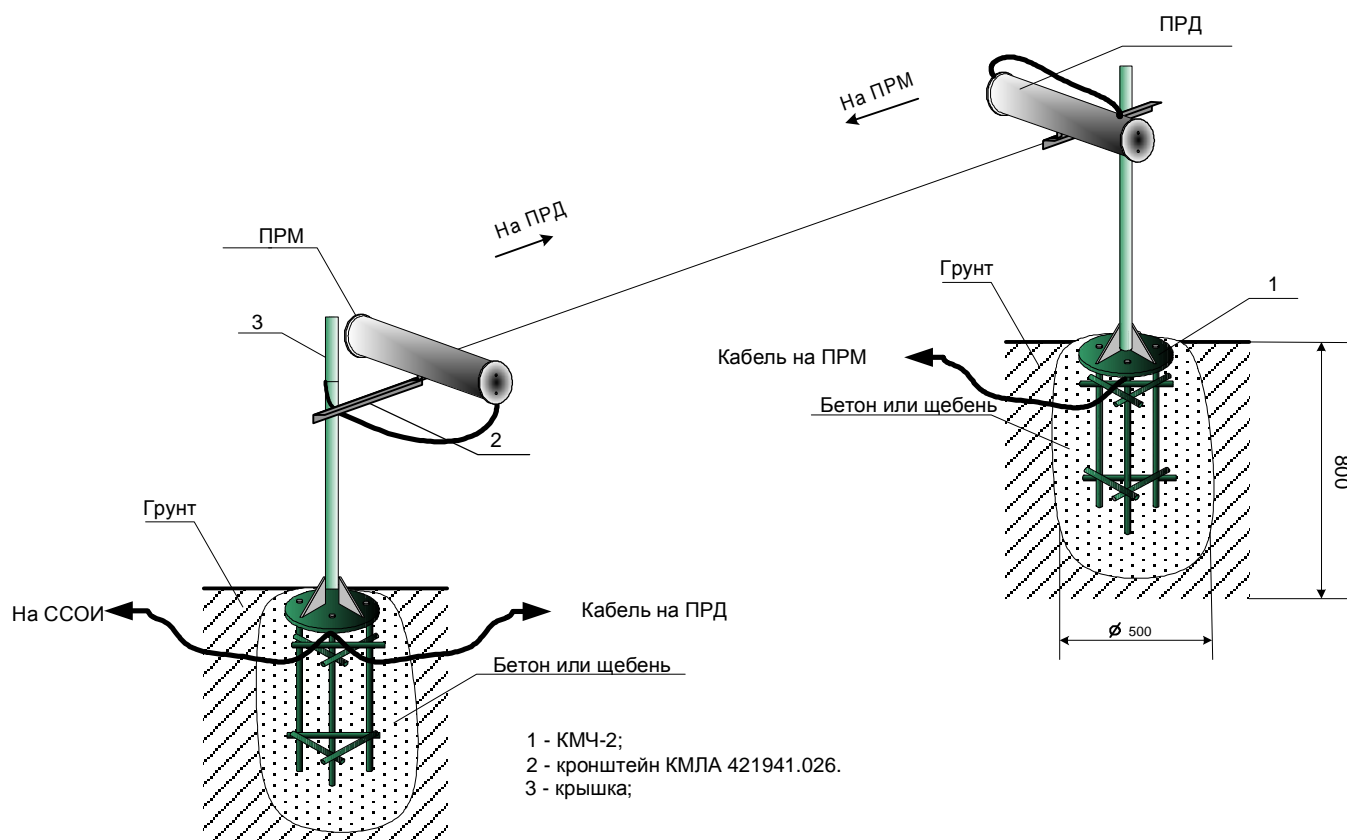

Рисунок 2.3.1 Вариант установки ПРД, ПРМ извещателя «ТОРОС» на стойках в грунт.
1.5.5 Установка ПРМ и ПРД извещателя «ТОРОС» в грунт на стойках обеспечивается КМЧ КМЛА.421941.028 (см. рисунок 2.3.1).
2.3.3.5 При установке извещателей корпуса ПРД и ПРМ должны быть направлены друг на друга (см. рисунок 2.3.1).
2.3.3.7 В процессе установки должна быть выполнена предварительная (грубая) юстировка ПРД и ПРМ по азимуту и углу места так, чтобы раскрыв антенн ПРД и ПРМ были, по возможности, точно направлены друг на друга (см. рисунок 2.3.1), для чего необходимо предварительно ослабить болты поворотных устройств. Болты затягивать до сжатия пружинных шайб плюс примерно, пол-оборота.